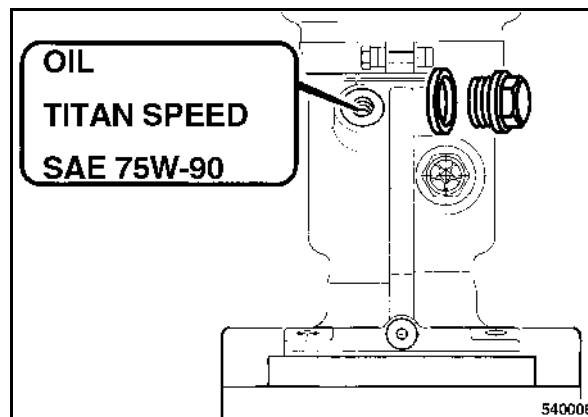

fig. 57
- Nettoyer puis dévisser le bouchon de remplissage (fig. 57).